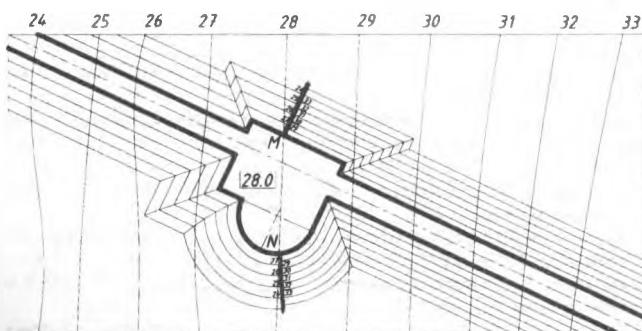

Рисунок 1
**Построение массива земли по заданным топографическим горизонталям.** В задании показан план земляного сооружения (например, горизонтальная дорога с площадкой) с проектной отметкой 28м и план участка территории, заданный топографическими горизонталями с числовыми отметками (рис. 1). Необходимо построить границу земляных работ.